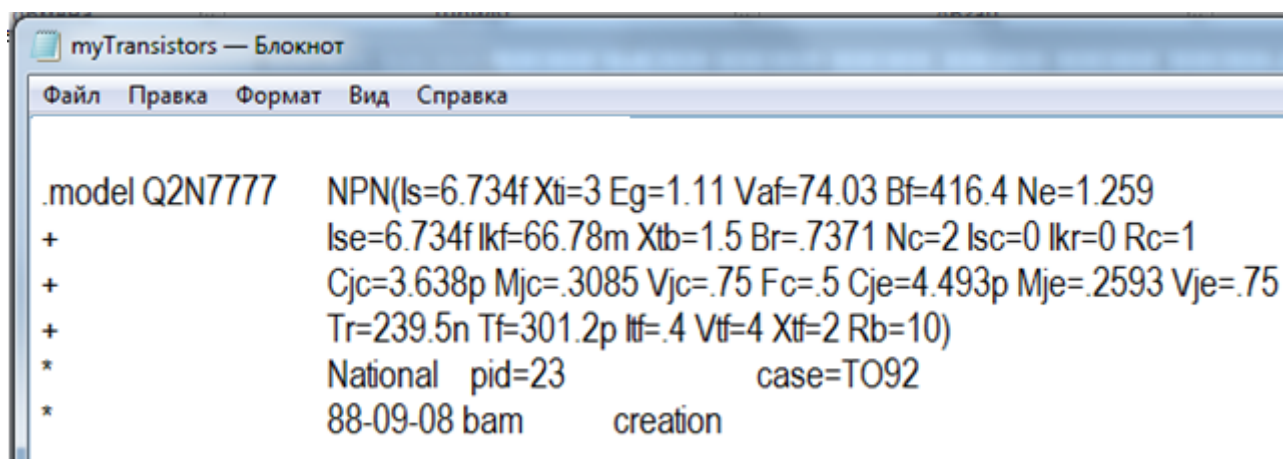

Рис. 15.7. Запись параметров транзистора в Блокноте
4. Измените имя модели транзистора на Q2N7777, как показано ниже (рис. 15.7):